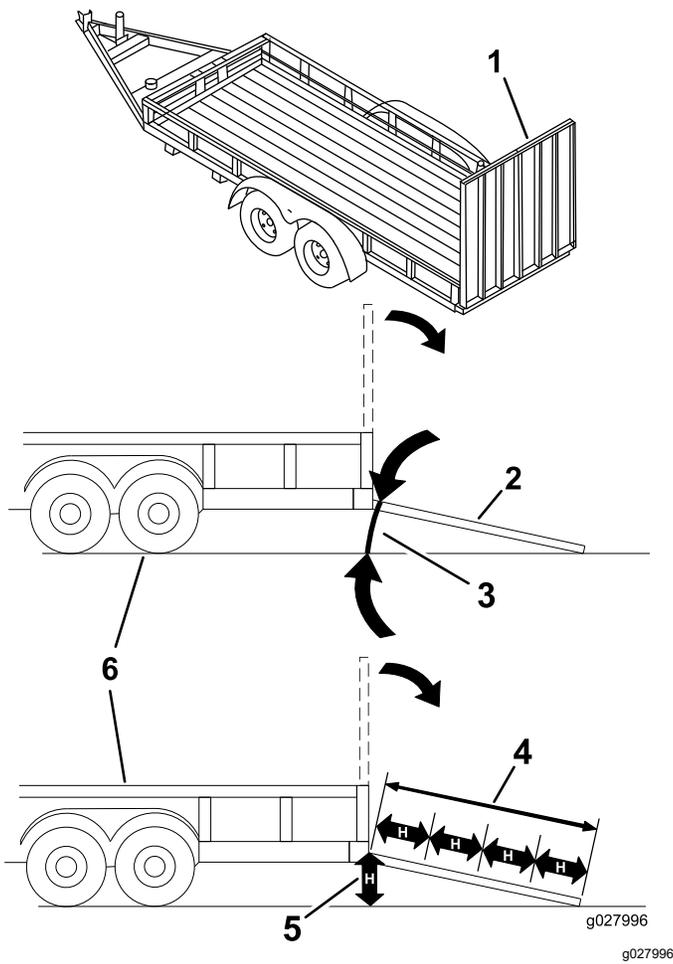

Рисунок 41
При погрузке машины на прицеп или грузовик повышается вероятность опрокидывания, что может привести к получению тяжелой травмы или гибели (Рисунок 41).
1. Опустите наклонный въезд, убедившись, что угол между наклонным въездом и поверхностью земли не превышает 15 градусов (Рисунок 41).